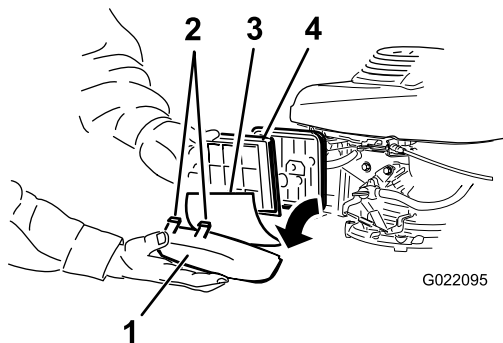

Figura 25
4. Retire la tapa, y retire el prelimpiador de gomaespuma de la tapa (Figura 25).
6. Retire e inspeccione el filtro de papel (Figura 25).
7. Instale el prefiltro de gomaespuma en la tapa del limpiador de aire Figura 25.